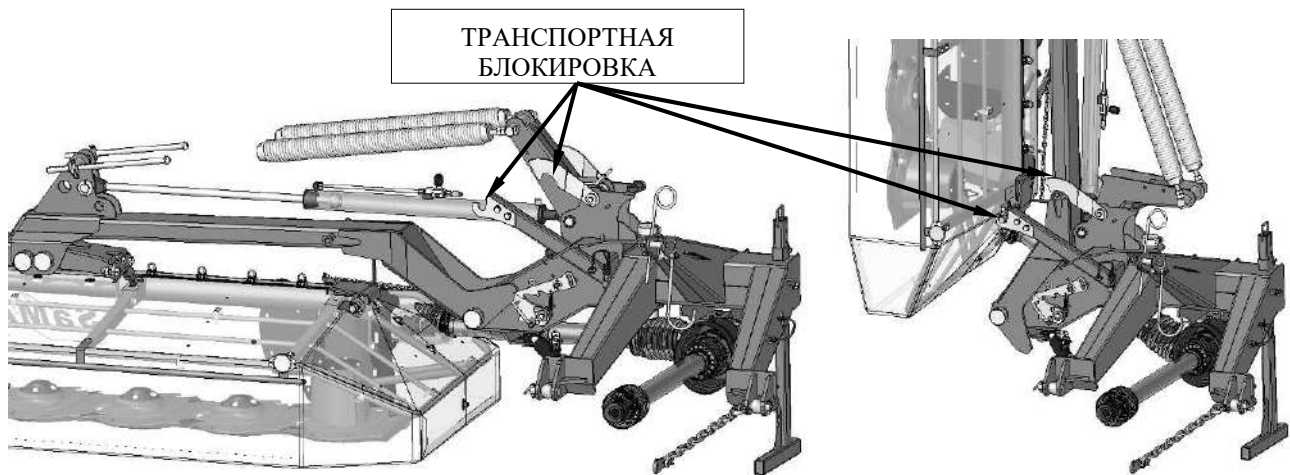

Рис. 16. Транспортная блокировка: а) рабочее положение (косилка), б) Транспортное положение с поднятой косилкой
- Перед тем, как сложить косилку перед транспортировкой заблокировать тягу копирования. Если не заблокировать тяги, может это привести к повреждению шарнирно-телескопического вала (**Рис. 16**),